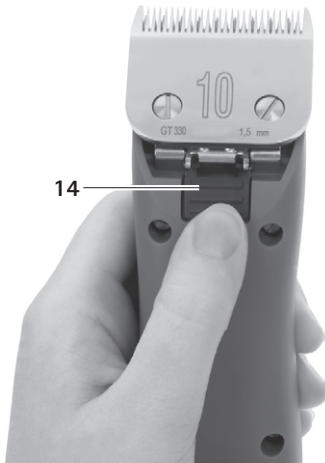

Fig. 3
- Tryck på klipp huvudslåsningen 14, se Fig. 3.